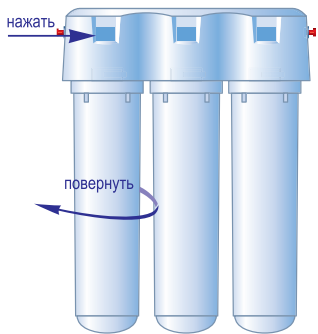

Рис. 1
- нажав до упора и удерживая стопорную кнопку на крышке водоочистителя, выкрутите использованный фильтрующий модуль по часовой стрелке (рис. 1);